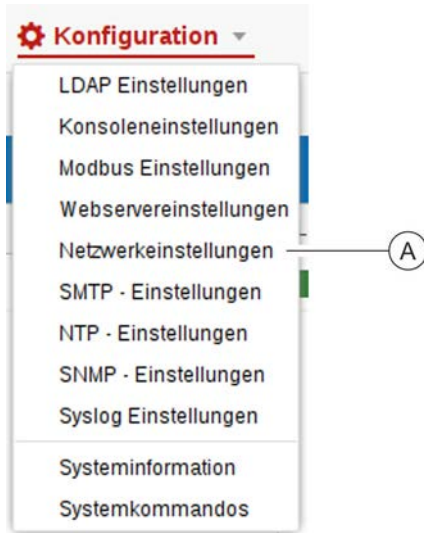

Abb. 223: Netzwerkeinstellungen aufrufen
- Über „Konfiguration → Netzwerkeinstellungen“ die Netzwerkeinstellungen aufrufen (Abb. 223/Ⓐ).